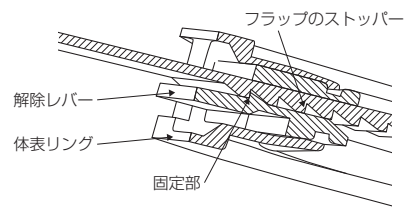

図7 (断面図)
12. フラップのストッパー (図7) の固定は、気腹ガスがリークし気腹状態が得られなくならないように体表リングに対して斜めに固定されていないことを確認する。